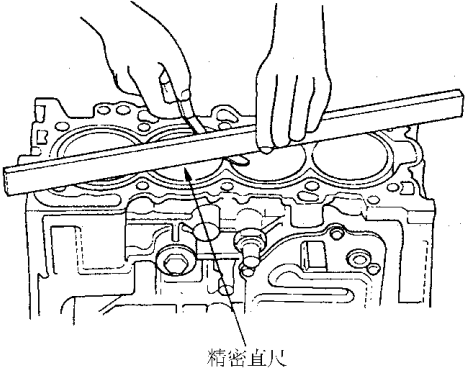

图 2-36 检查缸体翘曲量
6) 检查缸体顶部是否翘曲变形。如图 2-36 所示，沿缸体的边缘和对角线测量。